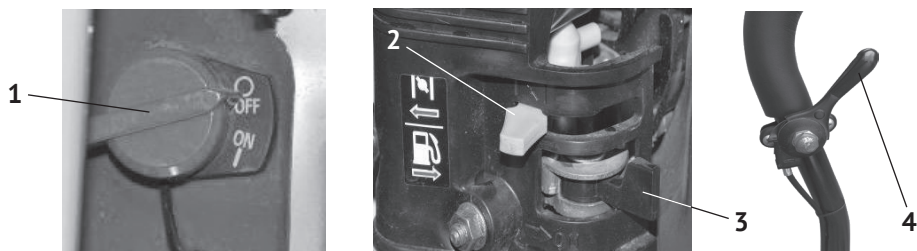

рис.4
- перевести выключатель зажигания (рис.4 поз.1) в положение „ON“ – включено;
- открыть топливный кран (рис.4 поз.3) – крайнее правое положение – «ON»;
- установить рычаг управления воздушной заслонкой (рис.4 поз.2) в положение – „закрыто“ при пуске холодного двигателя, или в промежуточное положение при прогревом двигателя;
- рычаг дроссельной заслонки (рис.4 поз.4) должен находиться в положении холостого хода;
- перевести рычаг газа (рис.4 поз.4) в положение холостого хода;
- выключатель зажигания (рис.4 поз.1) поставить в положение „OFF“ – выключено;